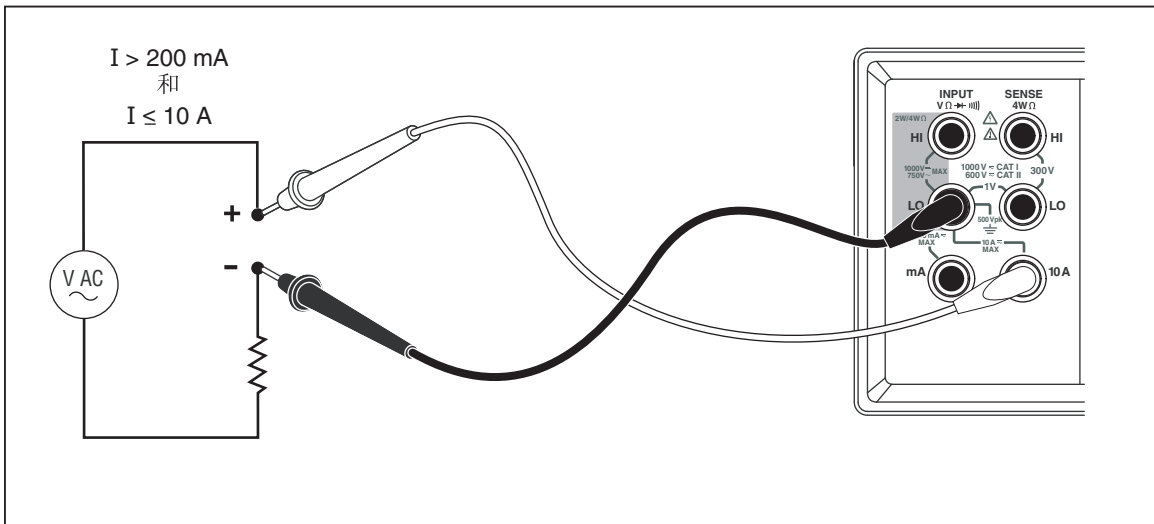

图 3-9。电流测量 200 mA~10 A
5. 若预计电流为 200 mA~10 A，请务必将表笔连接到 10A 和 LO 端子。请见图 3-9。